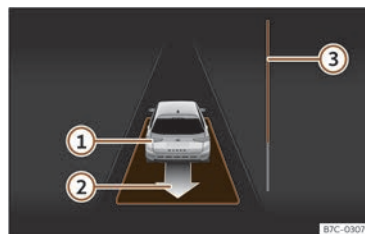

Fig. 136 En la pantalla del cuadro de instrumentos: desaparcarse de un hueco en línea.
- Retroceda hasta que suene la señal continua del ParkPilot; **O BIEN:** dé marcha atrás hasta que en la pantalla del cuadro de instrumentos aparezca la indicación de dar marcha adelante. La barra de progreso >>> **fig. 136**  indica la distancia que hay que recorrer.